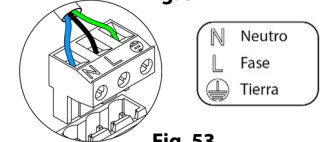

Fig. 53
La conexión de alimentación eléctrica al módulo se realiza mediante una borna de 3 pines ①. Fije los cables con los tornillos de la borna respetando la polaridad de la misma (Fig. 53).